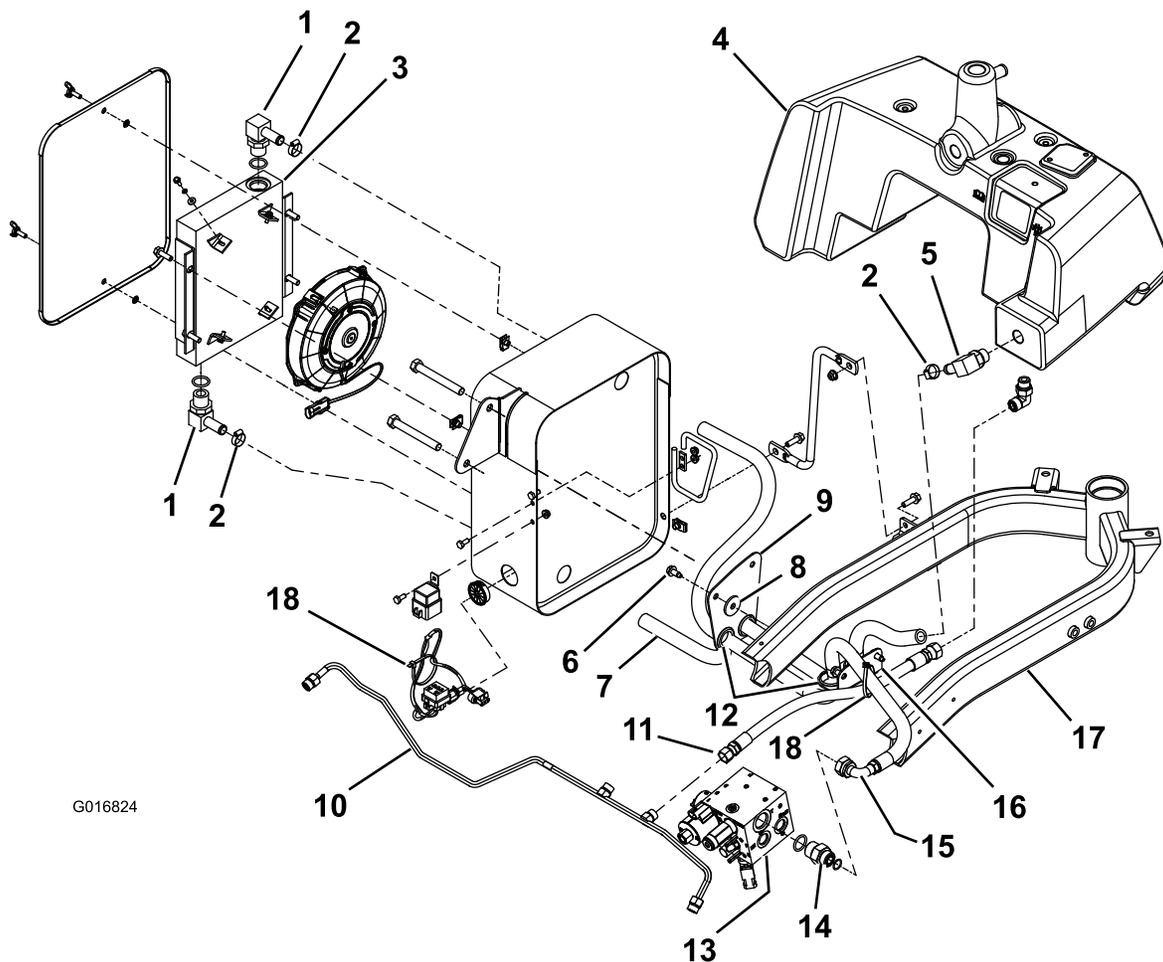

Figure 2
1. Desserrez les 4 fixations qui maintiennent le sous-cadre du réservoir au cadre de la machine (Figure 2), et faites glisser le réservoir vers l'arrière.
3. Utilisez des vis autotaraudeuses pour fixer le petit et le grand support de flexible au côté droit du cadre de la machine (Figure 2).
**Remarque:** Insérez une entretoise entre le grand support de flexible et le cadre de la machine (Figure 2).
4. Déposez le raccord droit du bloc collecteur hydraulique et remplacez-le par un raccord adaptateur droit pris dans les pièces détachées (Figure 2).
5. Remplacez-le par un raccord à 90 degrés fourni dans les pièces détachées, et fixez-le à la conduite hydraulique au moyen d'un collier (Figure 2).
6. Acheminez les flexibles hydrauliques (Figure 2), mais **sans les fixer avec des serre-câbles.**
7. Posez 2 raccords cannelés (à 90 degrés) sur le refroidisseur d'huile, les extrémités ouvertes tournées vers l'arrière (côté ventilateur) du refroidisseur d'huile (Figure 2).
**Remarque:** Posez les bagues en caoutchouc comme montré à la Figure 2.
8. Retirez le flexible (repère 10 de Figure 2) de la conduite hydraulique.